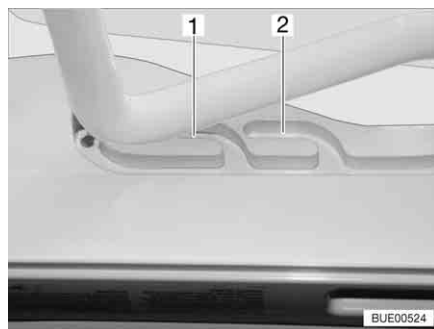
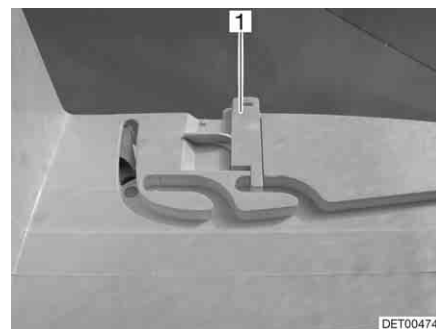

Fig. 68 Oblò Heki in posizione di ricircolo d'aria
Fig. 69 Bloccaggio della posizione di ricircolo d'aria
È possibile portare l'oblò Heki in due posizioni di ricircolo d'aria: Posizione brutto tempo (Fig. 68,1) e posizione centrale (Fig. 68,2). A seconda del modello, l'oblò può essere bloccato sulla posizione centrale del suo telaio con i due chiavistelli (Fig. 69,1) di sinistra e destra.
- Premere la staffa leggermente verso l'alto, spingerla nella guida selezionata (Fig. 68,1 o 2) ed eventualmente bloccarla.